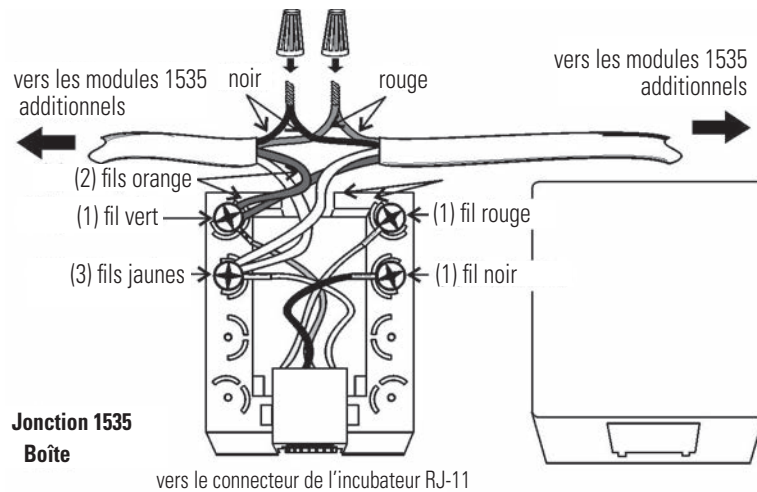
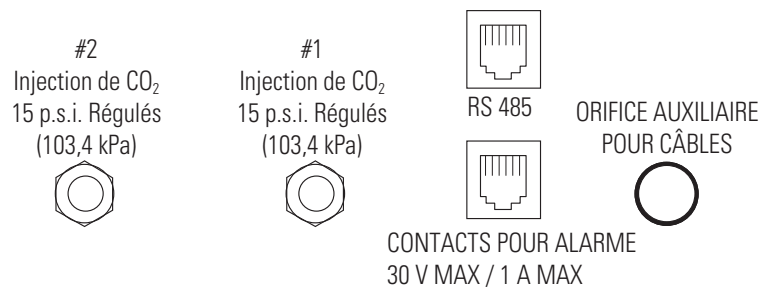

Figure 6-2. Câblage de l'interface RS485
Figure 6-3. Emplacement du connecteur RS485 à l'arrière de l'unité
Un ensemble de contacts à relais est fourni pour surveiller les alarmes via une prise de téléphone RJ-11 à l'arrière de l'unité. L'emplacement de ce connecteur d'alarmes est représenté Figure 6-3. Un cordon de téléphone 12 pi (réf. 190388) et un adaptateur RJ11-bornier à vis (190392) peuvent être commandés auprès du service technique.
Une boîte de connexion est fournie avec chaque option RS485. Reportez-vous Figure 6-2 pour plus d'informations sur le câblage. Le Figure 6-3 indique l'emplacement du connecteur RS485 à l'arrière de l'incubateur.
- Acheminez les câbles à travers les orifices auxiliaires situés à l'arrière de l'unité. Reportez-vous aux Figures 6-3 et 6-5.